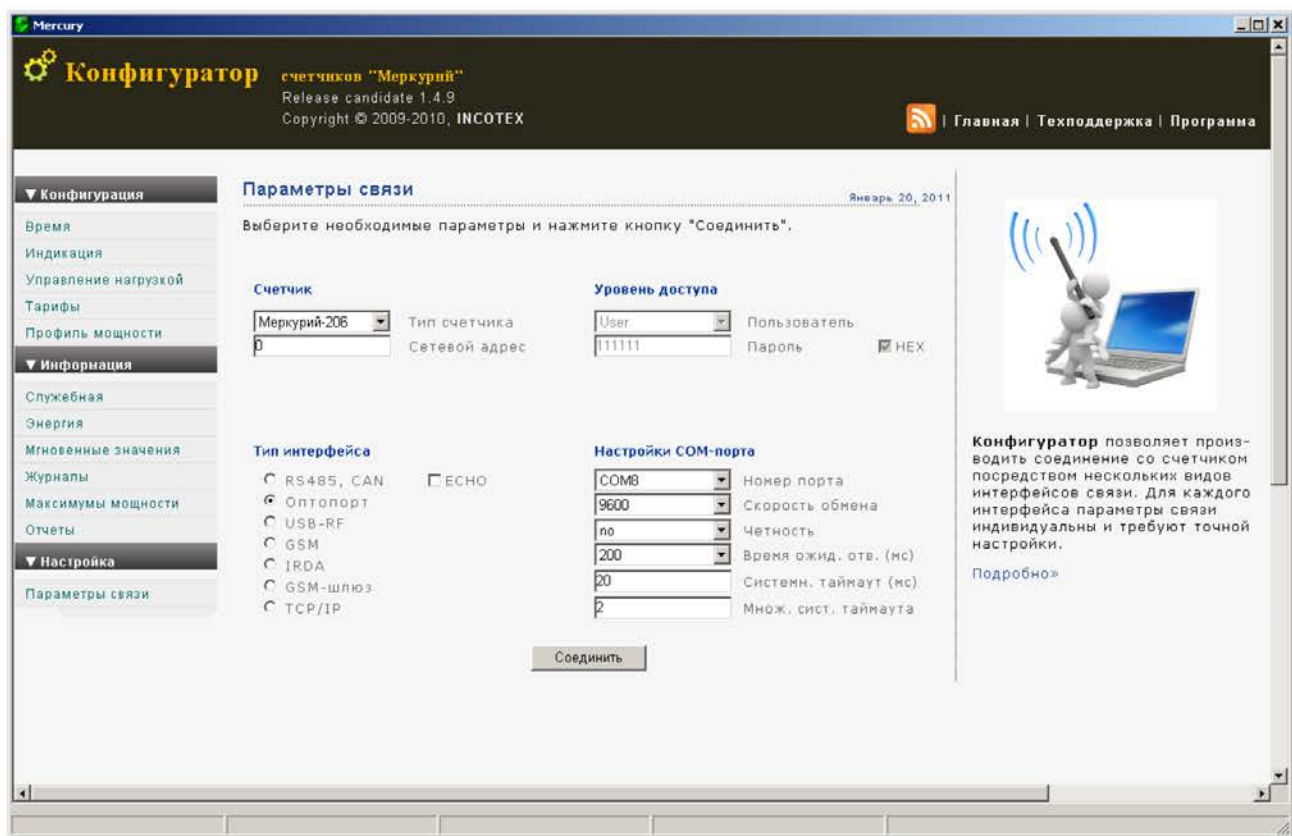

Рис. 21
5.2.2 Открыть вкладку «Параметры связи». На экране должно появиться окно, изображённое на рис. 21, где нужно выбрать тип счётчика «Меркурий 206», сетевой адрес, тип интерфейса, скорость обмена, номер порта. После чего нажать кнопку «Соединить».